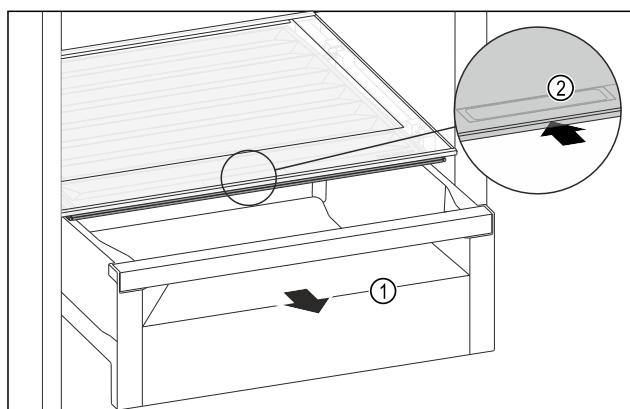

Fig. 111
- Извлеките выдвижной ящик Fig. 111 (1).
- Возьмитесь за утопленную ручку Fig. 111 (2) на крышке отделения и одновременно введите крышку отделения назад.